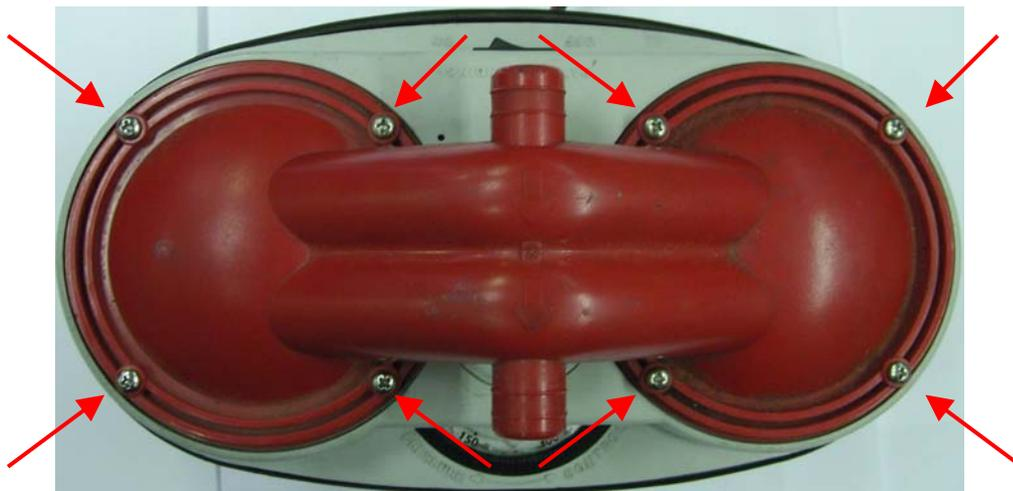

Рис.1
2. Вскрываем насос. На верхней крышке необходимо отвернуть 8 саморезов. Рис. 1